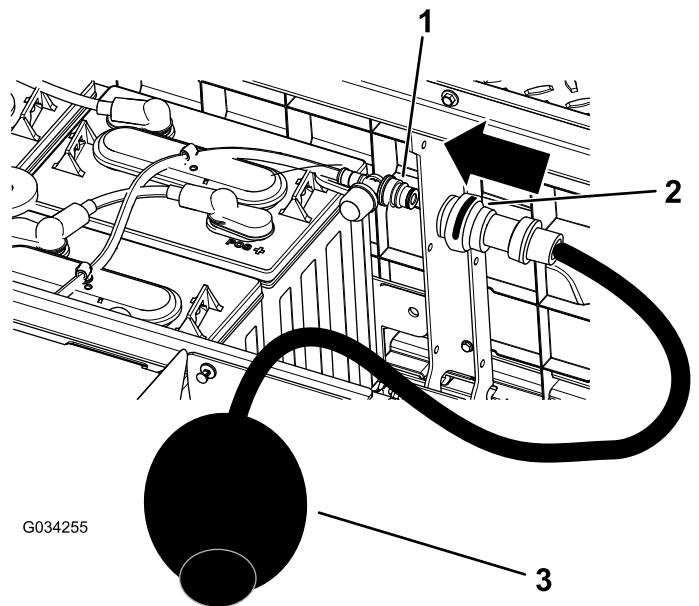

Bild 41
4. Schließen Sie die Wasserhandpumpe von Toro an den Wasserfüllanschluss an (Bild 41).